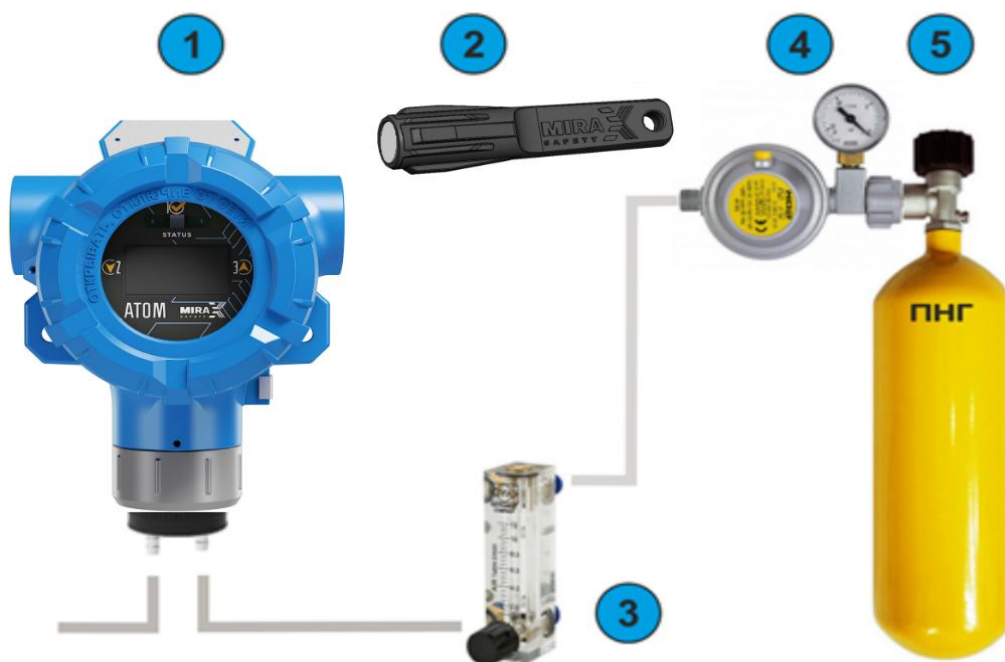

Рисунок 39 - Комплект для калибровки нуля магнитным ключом
- ① АТОМ;
- ② Магнитный ключ;
- ③ Ротаметр;
- ④ Редуктор;
- ⑤ ПНГ (поверочный нулевой газ) либо заведомо чистая атмосфера без остаточного количества определяемого газа (см. рисунок 39).